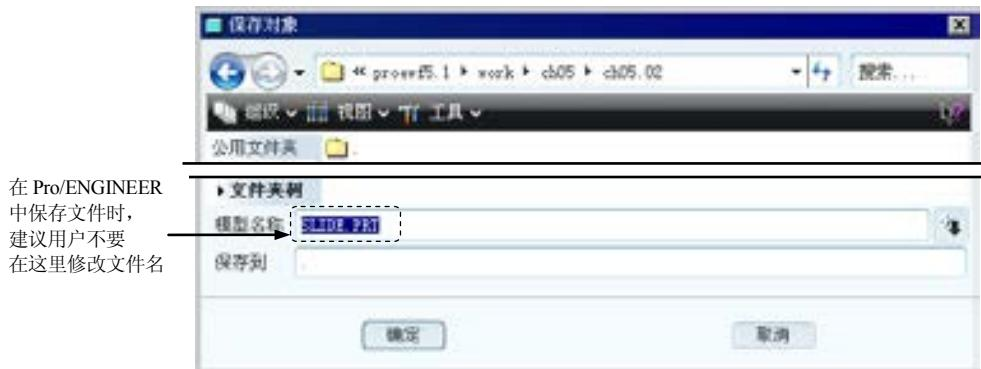

图 5.2.64 “保存对象”对话框
Step1. 单击工具栏中的按钮S（或选择下拉菜单文件(E) ➔ 保存(S)命令），系统弹出图 5.2.64 所示的对话框，文件名出现在模型名称文本框中。
注意：如图 5.2.64 所示，保存模型文件时，建议用户使用现有名称，如果要修改文件的名称，可选择下拉菜单文件(E) ➔ 重命名(R)命令来实现。